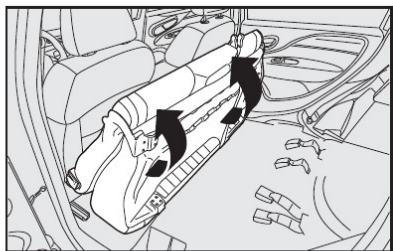

fig. 113
Em seguida, rebater o banco traseiro inteiro para a frente, conforme as setas, de maneira a obter uma única superfície de carga fig. 113.
O banco traseiro bipartido em algumas versões, fig. 113, permite ampliar apenas parte do porta-malas, tendo a opção de rebater o banco individual ou duplo.
1) Rebater para trás o banco traseiro completo no sentido inverso das setas fig. 113.